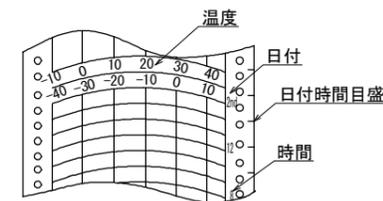

図1
(1) 記録紙の内容は、図1のとおりです。
- 歯車をまわしながら日付時間合せ溝に記録紙の日付時間目盛をその時刻に合わせてください。(図1、図4)
- ③ : 警報共通端子
④ : 上限警報端子
⑤ : 下限警報端子
- 端子の接続は、端子カバー取付ネジをゆるめ端子カバーを外しておこなってください。(図1)